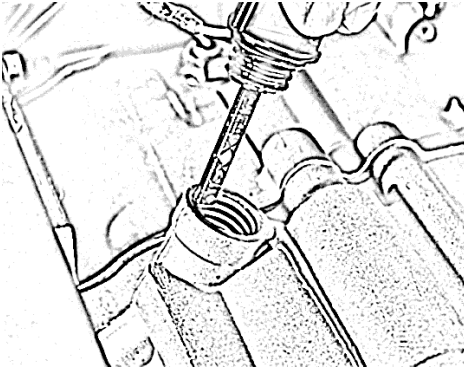

Rysunek 7
Nigdy nie obracaj korka wlewu oleju z podłączonym bagnetem do gwintu podczas odczytywania poziomu oleju. Prowadzi to do nieprawidłowego wyniku pomiaru, rys. 7.
- Całkowicie zanurzyć bagnet w oleju. Nigdy nie wkręcać bagnetu w gwint, rys. 7.